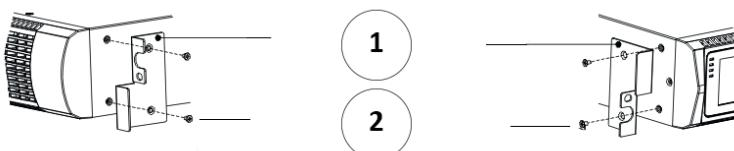

Abb.5: Installation von Montagewinkeln
9. Bringen Sie die Montagehalterungen mit Löchern auf beiden Seiten der USV an und mit den mitgelieferten M4 x 8 Flachkopfschrauben installieren (siehe Abb.5) W przypadku instalowania opcjonalnych szaf, powtórzyć krok 8 i 9 dla każdej szafy.